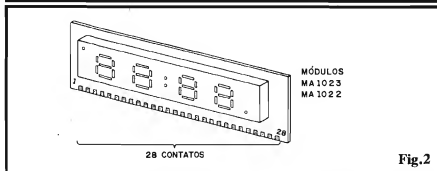

Fig.2
contagem do Tempo... Como os próprios **displays** numéricos também estão incorporados ao dito módulo, um conjunto de Integrados "embutidos" se encarregam de realizar digitalmente a contagem e a decodificação dos pulsos, de modo a "mostrá-los" em "formato horário" através dos dígitos iluminados (ou não...). Observar que, para as funções básicas desejadas (mais detalhes a partir da fig. 2), embora o módulo contenha uma linha de terminais com 28 pontos, apenas 13 deles são realmente utilizados... Um transformador comum, com secundário para 0-9V (as tolerâncias internas do módulo permitem que o valor nominal de 8V seja excedido nesse nível, sem nenhum problema de sobrecarga...), ou mesmo para 9-0-9 (usando-se só a "metade" do secundário...) "rebaixa" a C.A. da rede e aplica-a ao módulo (internamente são realizadas as funções de retificação e filtragem...). Um mero **zener** de 3V6 x 1W se encarrega de gerar (a partir dos mesmos 9V oriundos do trafo...) a baixa Tensão requerida pelos **displays** dos módulos (esse é o "truque" básico que nos permite "fugir" do transformador especial...). Um chaveamento aplicado aos terminais 12-13-16-18 do módulo, determina as possibilidades de "acerto" do horário mostrado no **display**, conforme detalharemos mais
- FIG. 2 - O MÓDULO HÍBRIDO - O adjetivo "híbrido" que qualifica o módulo, refere-se ao fato de dito cujo incorporar componentes Integrados (o **chip** especializado, "escondidinho" sob o próprio **display** numérico...) e "discretos" (transistores, diodos, resistores, capacitores, etc., dispostos circuitualmente sobre a placa "mãe" do MA1022 ou MA1023...). A figura mostra o "jeitão" do módulo (os componentes discretos ficam na face oposta à do **display**...), visto pela frente, evidenciando-se o **display** de 4 dígitos